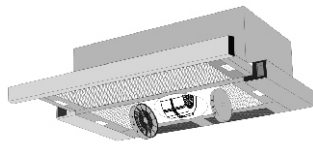

рис. 7
- установите два угольных фильтра см. табл.1 и (рис. 7), предварительно удалив с них упаковочную пленку;
Угольные фильтры устанавливаются на защитные решетки корпуса вентилятора, путем легкого нажатия и поворота (рис. 7). Фильтрация воздуха осуществляется с помощью двух угольных фильтров, затем очищенный воздух возвращается в помещение.